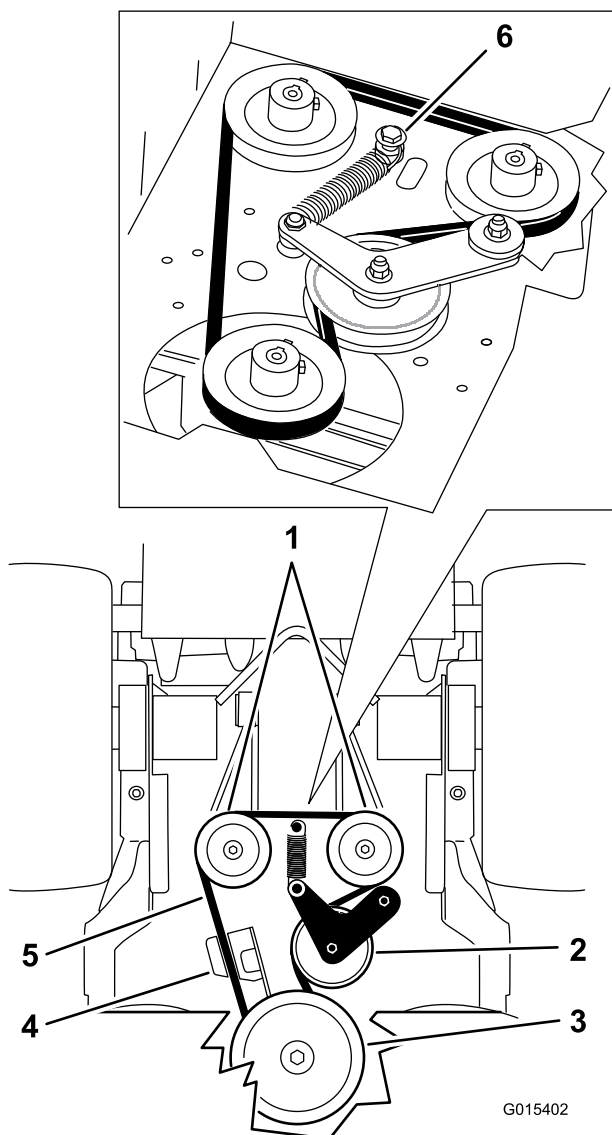

Figura 63
6. Retire o parafuso com olhal, a porca e a anilha da plataforma do motor e da mola ligada (Figura 63).
7. Retire a correia de acionamento da bomba (Figura 63).
9. Instale a mola no parafuso com olhal e anilha e ligue-a à plataforma do motor com a porca (Figura 63).